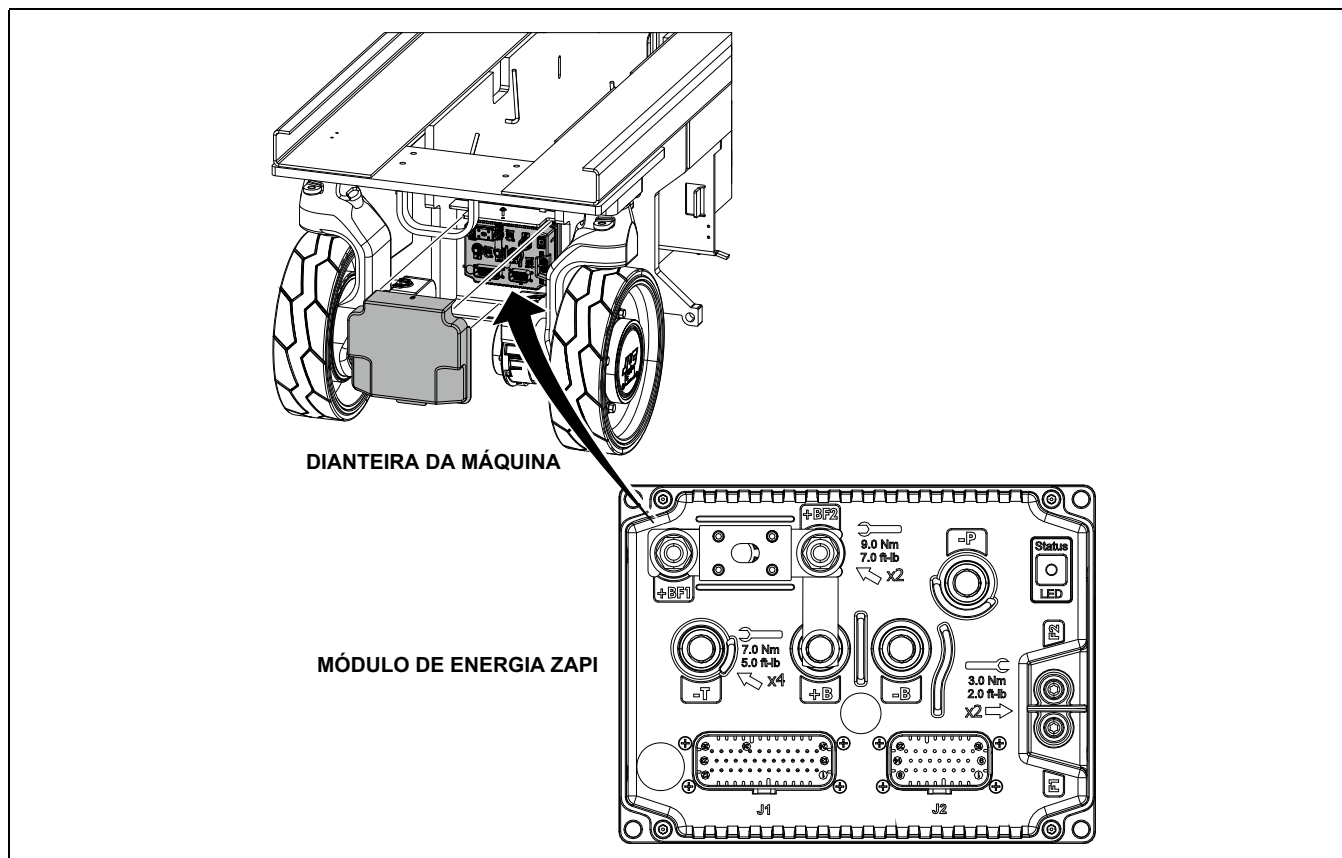

Figura 3-33. Localização do módulo de energia ZAPI
O Módulo de energia Sevcon, N/P-1600346 foi substituído pelo Módulo de energia API (Consulte a Figura 3-33.) em máquinas construídas a partir do segundo semestre de 2010.
O Módulo de energia está localizado atrás de uma tampa protetora na parte dianteira da máquina, conforme mostrado na Figura 3-33., Localização do módulo de energia ZAPI. Use as instruções a seguir quando for substituir o Módulo de energia.
5. Ao instalar o novo módulo de energia, certifique-se de que os terminais estejam orientados conforme mostrado na Figura 3-33.